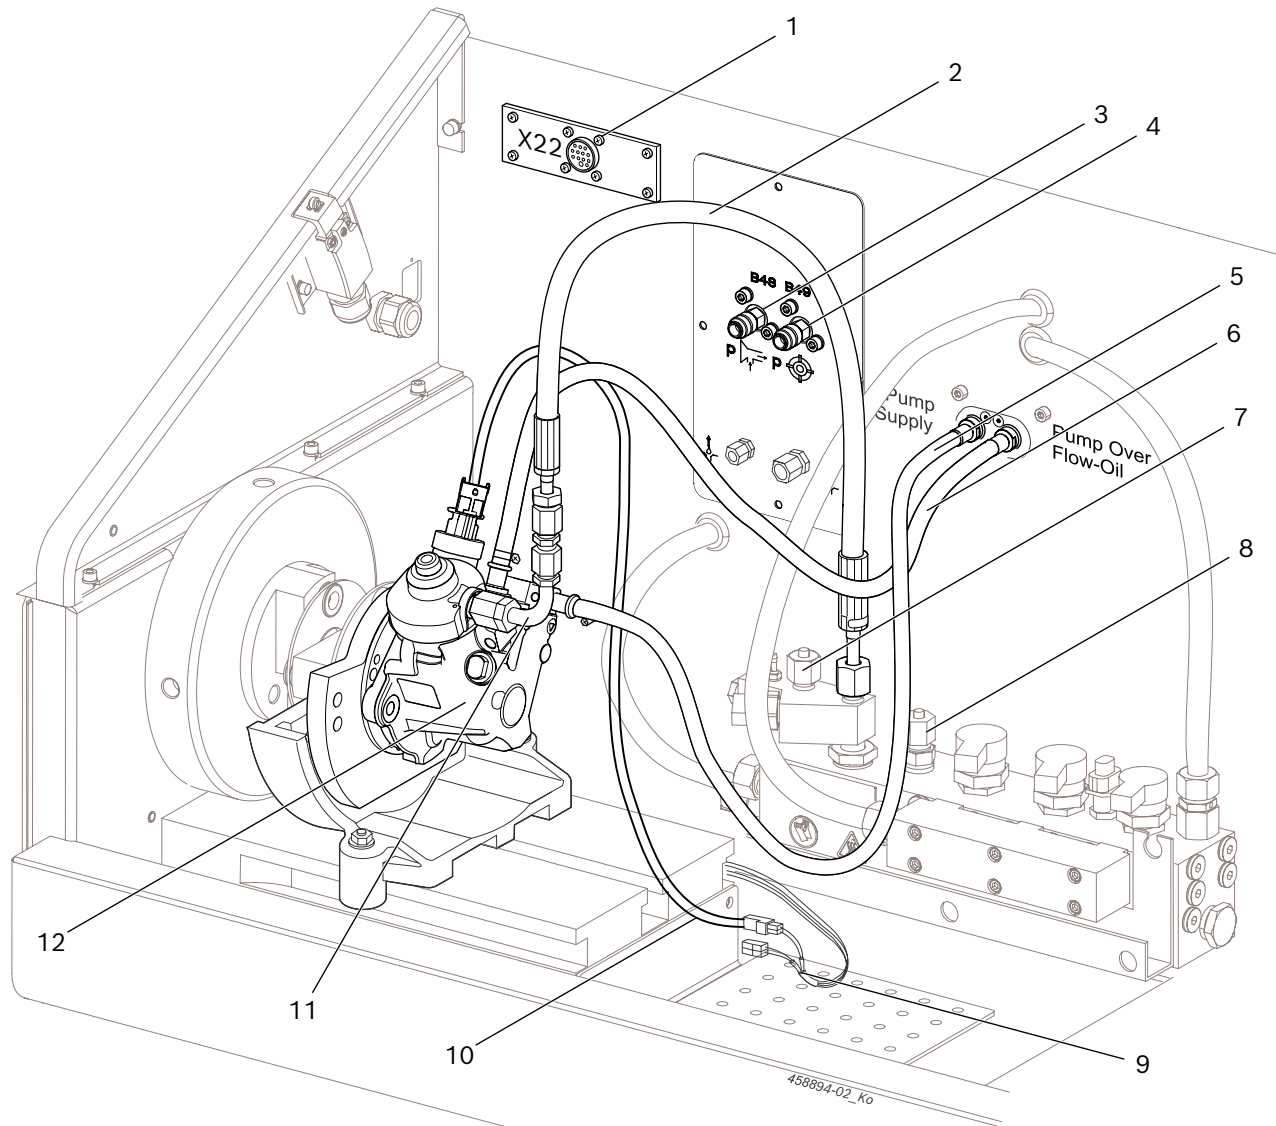

図 2: CP4.1の接続
1. テストオイルフィード (図2、アイテム5) とテストオイルリターン (図2、アイテム6) のホースをCP4の付属の接続部に接続します。
2. 高圧ホースライン1 680 712 324 (図2、アイテム2) を高圧レールの高圧入力に接続し、テスト圧カライン1 680 750 123 (図2、アイテム11) を介してCP4の高圧接続部 (締め付けトルク = 25~30 Nm) に接続します。
3. ディストリビュータレールCRI 846HまたはCRI/CRIN 848Hへの高圧ホースライン用接続部を高圧レール (図2、アイテム7、8) のダミープラグで閉じます。
ⓘ CP4.2の場合、高圧レールのダミープラグ (図2、アイテム7) を取り外し、高圧レールとCP4に別の高圧ホースを接続する必要があります。
4. 接続ケーブル 1 684 463 946 (図2、アイテム9) をX24に接続し、ポンプ専用アダプターライン (図2、アイテム10) を介してCP4に接続します。
インをB49に接続します (図2、アイテム4)。
(図2、アイテム3)。
- 高圧レールの（ディストリビュータレールCRI 846Hへの）接続がダミープラグで閉じられていますか（図 2、アイテム8）？